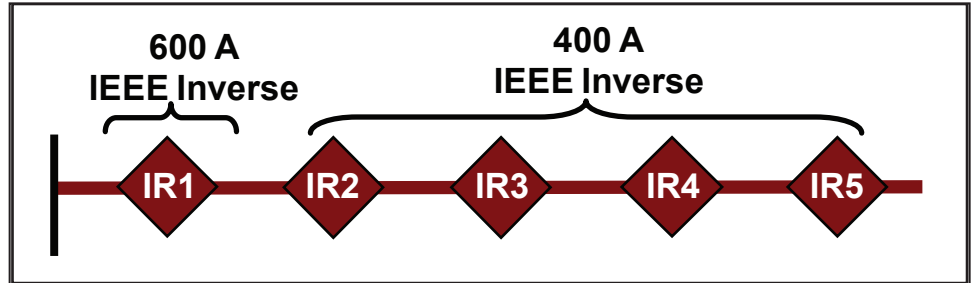

Figura 22. Falta temporária CEC; IR2 e IR3 retornam para a curva CEC rápida.
- IR2 e IR3 retornam às curvas TCC originais. Ver Figura 22 na página 43.